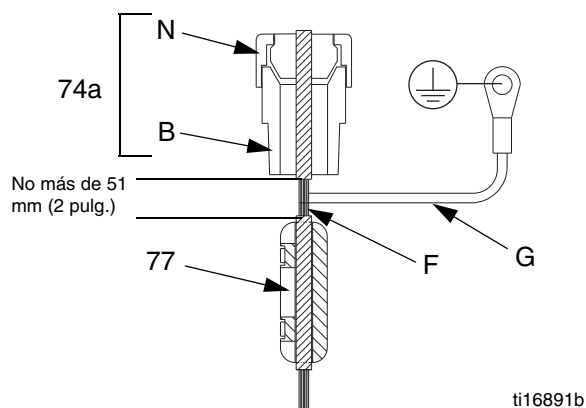

FIG. 11. Circuito del cable de campo de IS
19. Tienda el cable de campo de IS y el blindaje a través del aliviador de esfuerzo del conductor (74a) y conéctelos a J2 y J3. Vea la FIG. 11 y los **Diagramas eléctricos** en la página 10.
20. Vea la FIG. 11. Apriete la tuerca (N) en el aliviador de tensión conductor (74a) de forma segura. Instalar la ferrita (77) en el campo de la energía (F), no más de 51 mm (2 pulg.) Desde la parte inferior del controlador de alivio de tensión (74a). Instale el cable de conexión a tierra (G) al tornillo de conexión a tierra en la caja de conexiones.
21. Instale la junta nueva (33), la cubierta (34), y seis tornillos (12).
22. Retire la etiqueta antigua (L) de la cubierta de la tarjeta de circuito (34). Fije la etiqueta nueva (L) en la cubierta.
23. Calibre el transductor, ingresando la información de calibración que se encuentra en la etiqueta nueva (L):
24. Vuelva a instalar la cubierta (32) con dos tornillos (12).